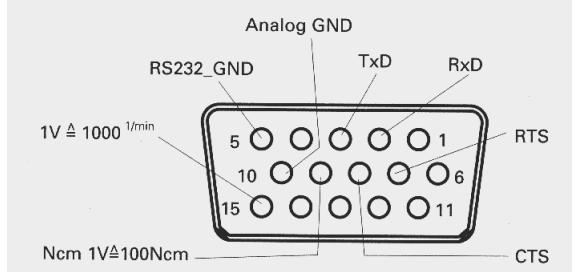

図 4. ブッシングプラグピンごとの入出力内容
パソコン等によって外部から本機を制御するために、下記のピンに割り当てられたシリアル信号出力を用いることができます。(図 4 参照)
- ◊ 本機とパソコン(あるいは外部制御装置)間のインターフェース回線機能に関するブッシングの割当ては P8 の図 4 をご参照ください。